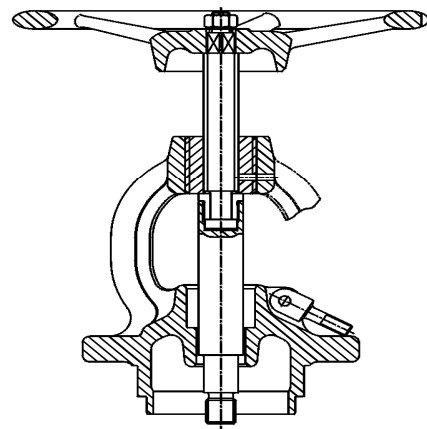

Bild 4
- *Einspannen des Oberteiles im Schraubstock und herausdrehen der Gewindebuchse unter Verwendung von Spindel, Kolbenschaft und Handrad (siehe Bild 4*